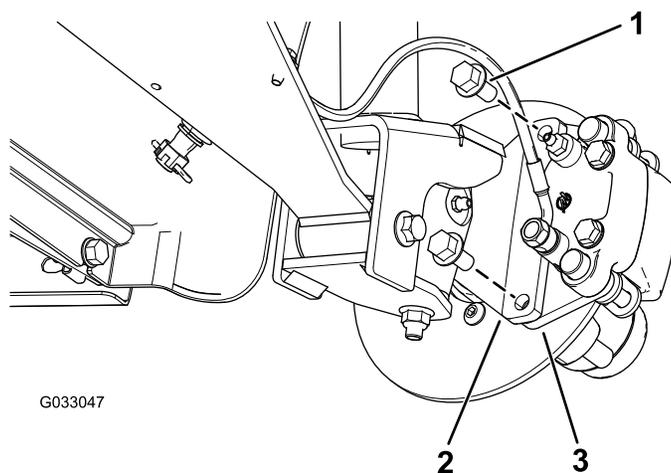

Рисунок 33
3. Выверните болты с фланцевыми головками ( $\frac{3}{8} \times \frac{3}{4}$  дюйма), которые крепят кронштейн тормоза в сборе к оси, и отделите тормоз от оси (Рисунок 33).
2. Совместите тормозные колодки с обеих сторон тормозного диска (Рисунок 33) с отверстиями в кронштейне суппорта и отверстиями в креплении тормоза на цапфе (Рисунок 37).
3. Закрепите кронштейн суппорта на цапфе (Рисунок 33) с помощью 2 болтов с фланцевыми головками ( $\frac{3}{8}$  x  $\frac{3}{4}$  дюйма).